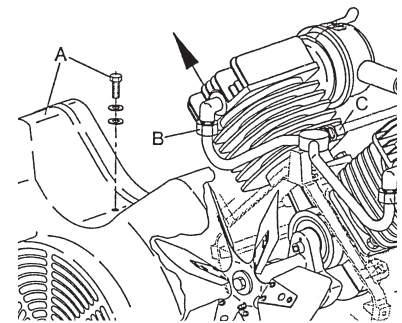

Bild 1
- 5 Sechskantschrauben (Bild 1, Pos. A) lösen.
- Überwurfmutter des Luftrohres an den Zylinderköpfen und am Kühlrohr lösen (Bild 1, Pos. B).
- Kompressor-Temperatursensor (39) (Bild 1, Pos. C, Option) vom Luftrohr demontieren.
- Kompressor-Temperatursensor (39) (Bild 1, Pos. C, Option) wieder am Luftrohr ganz nach vorne an die Überwurfmutter schieben und montieren.